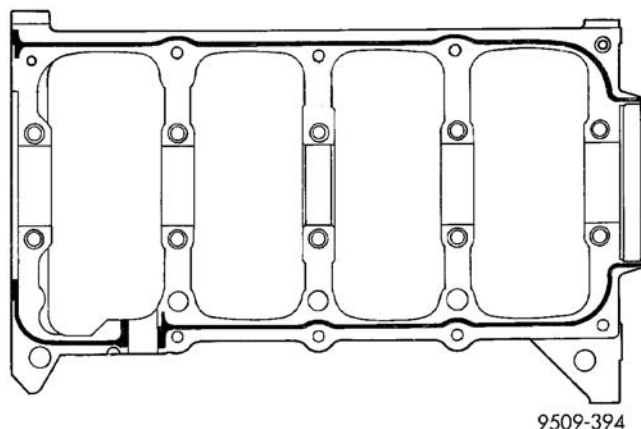

图 51 底板密封
(4) 如(图 51)所示，对缸体涂敷 1.5 至 2.0mm (0.059 至 0.078in.) 的 Mopar® 底板密封剂滴珠。